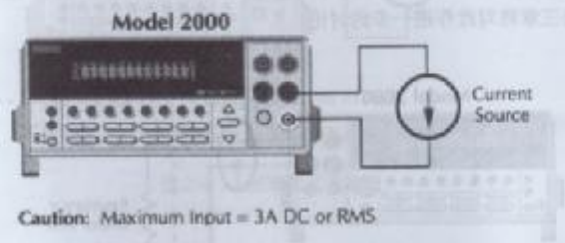

图 2—5 直流与交流电流测量
- (1) 必须使用前面板来输入，故先设定【INPUT】键于FRONT的位置，并将输入导线连接于AMPS和INPUT LO端。
- (2) 按下【DCI】或【ACI】来选择测量功能。
- (3) 按【AUTO】来启动或停止自动量程功能。当您启动此功能时，请注意显示器上AUTO的灯会亮起来。如果想改为手动的设定时，利用【▲】和【▼】来选择一个符合条件的量程。
- (4) 将测试导线与电流源如图 2—5 连接。